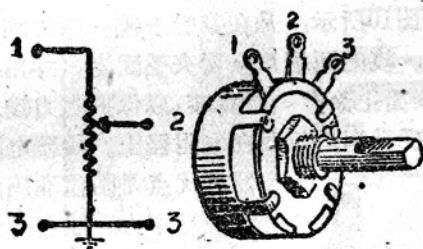

图9 电位器
3. 电位器 如图9所示，是在条形的絕緣紙上涂一层高阻值的石墨粉做成的。两端涂有一层金属物質，使它容易和焊接銅片接触，中間的第二个焊接銅片接活动臂，用以改变中間与另一端的阻值。电位器一般作音量和音調控制器用。它的接法如图9所示，1为高压端，2为中間端，3为低压端（即地綫端）。如順时鐘方向旋轉，使2、3之間的阻值增大，当訊号电流流过2、3之間时，就能产生大的訊号电压，揚声器的声音也就增大。如反时鐘方向旋轉，2、3之間的阻值减小，那么声音也就减小。有些电位器外壳上附有开关，可作电源开关用。电位器的阻值标明在外壳上，承受功率0.2—0.5瓦，誤差率不超过 $\pm 20\%$ 。